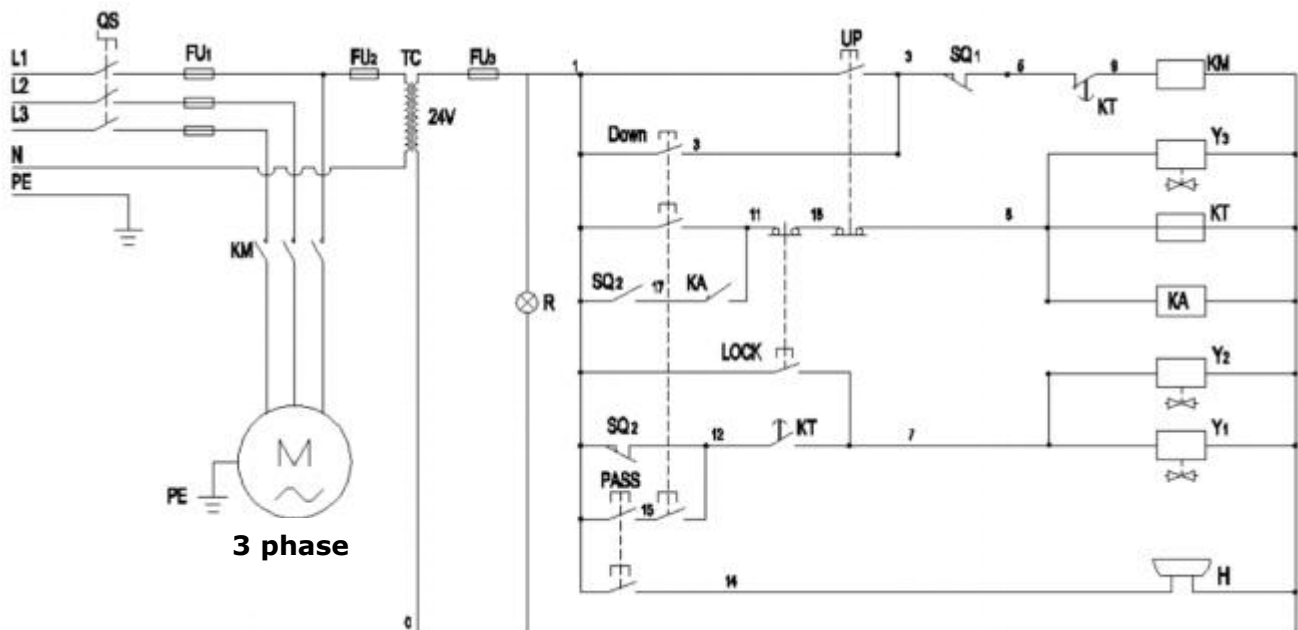

Fig. 28
1.2 Circuit Diagram (See Fig. 28).